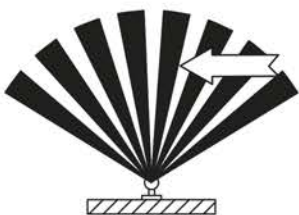

Рисунок 15 – Чувствительность датчиков движения
– наибольшую чувствительность датчик движения имеет, когда движущийся объект перемещается перпендикулярно лучам зоны обнаружения (рисунок 15);